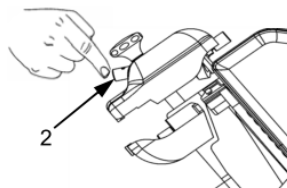

Fig. 27
6. Introduzca el enchufe en la toma de corriente y vuelva a encender el aparato con el botón blanco „ON“ (1) del interruptor del aparato (13).
7. Pulse el botón (2, fig. 27) y permita que la cuchilla gire entre las piedras de moler durante unos 30-40 segundos hasta que en la hoja se forme una pequeña rebaba.